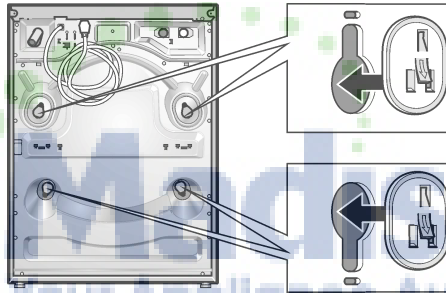

Figure 15
- Insérez les caches jusqu'à ce qu'ils encliquent à fond (see Figure 15).